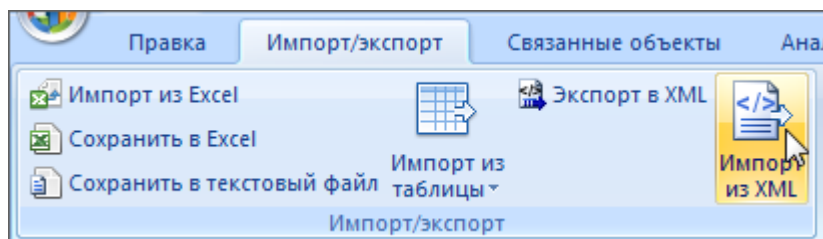

Рис. 13-502 – Импорт выполненных работ из XML файла
1) Выбрать в основном или связанном окне «Выполненные работы» папку или наработки, и нажать кнопку «Экспорт в XML» панели «Импорт/экспорт» (рис. 13-502).